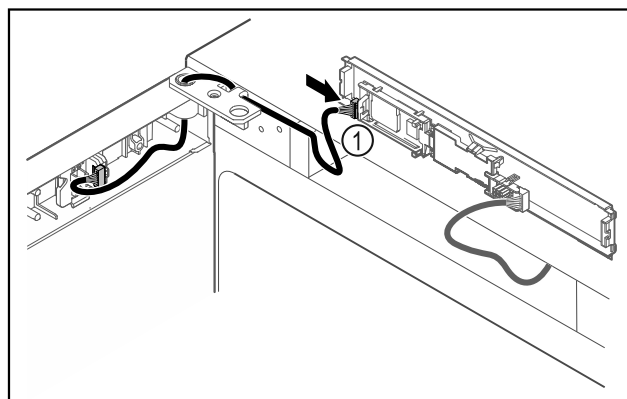

Fig. 49
- ▷ Sätt in kontakten Fig. 49 (1) på krets kortet.